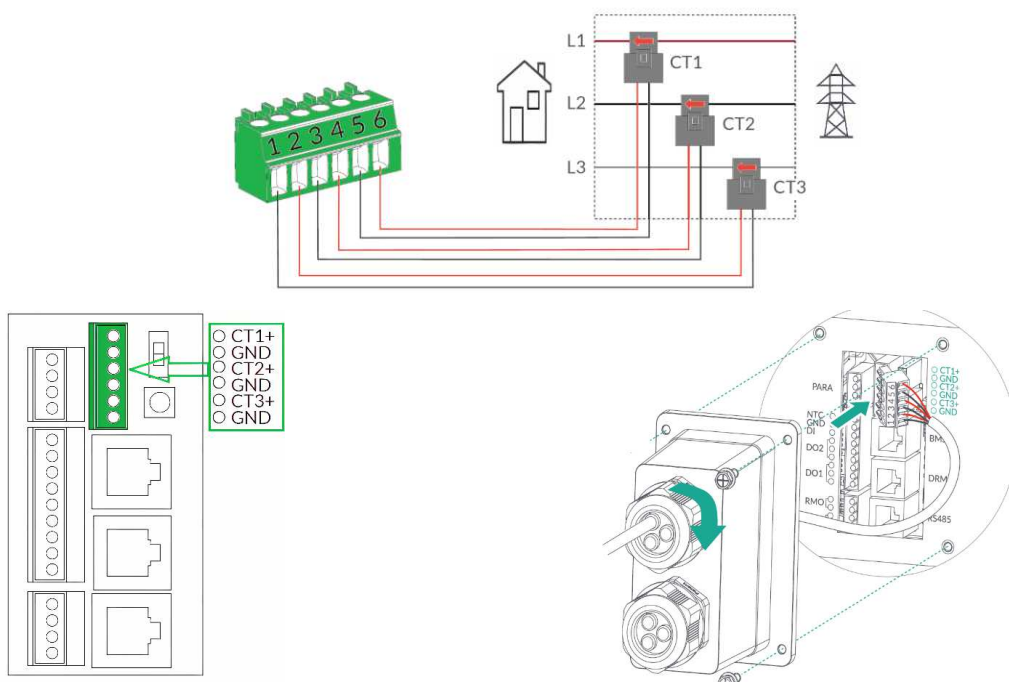

Abbildung 29: Anschluss Klappwandler/CTs
- Klappwandler bei Bedarf anschließen gemäß Abbildung 29